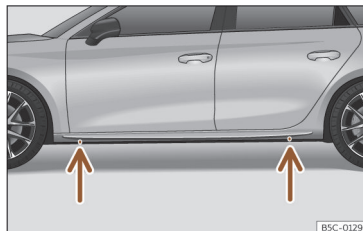

Fig. 249 Pontos de apoio do macaco.
- Procure na longarina a marca do ponto de apoio do macaco (zona afundada) mais próximo da roda a substituir >>> **Fig. 249.**